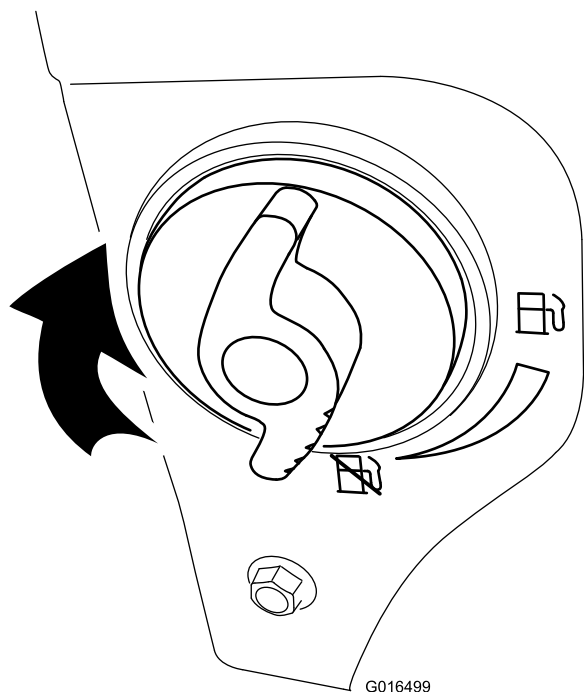

Рисунок 33
4. Закройте отсечной топливный кран, повернув его по часовой стрелке (Рисунок 33).